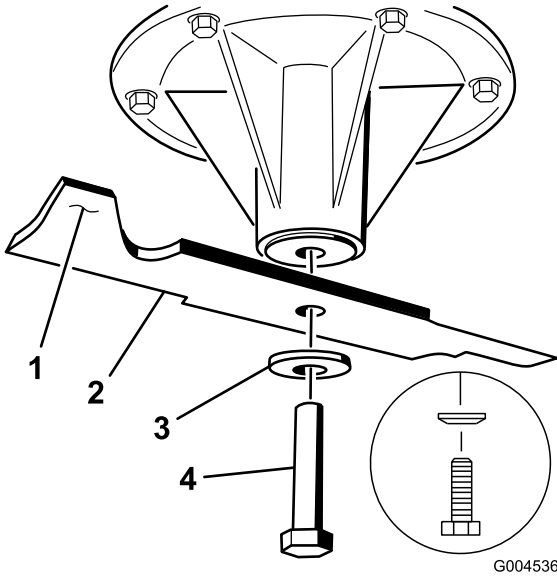

Figura 78
2. Retire del eje el perno de la cuchilla, la arandela curva y la cuchilla (Figura 78).
3. Si la cuchilla no está equilibrada, rebaje algo del metal en la parte de la vela solamente con una lima (Figura 78).